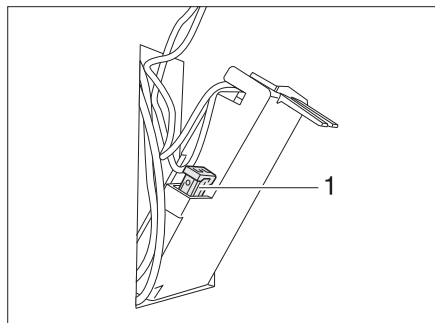

Fig. 202 Fusible des toilettes Thetford
- Changer le fusible (Fig. 202,1).